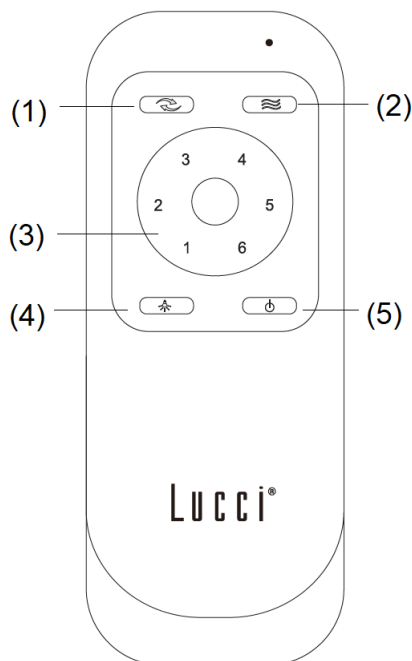

Abb. 10b
2. Legen Sie die Fernbedienung in die Halterung. (Abb. 10b)